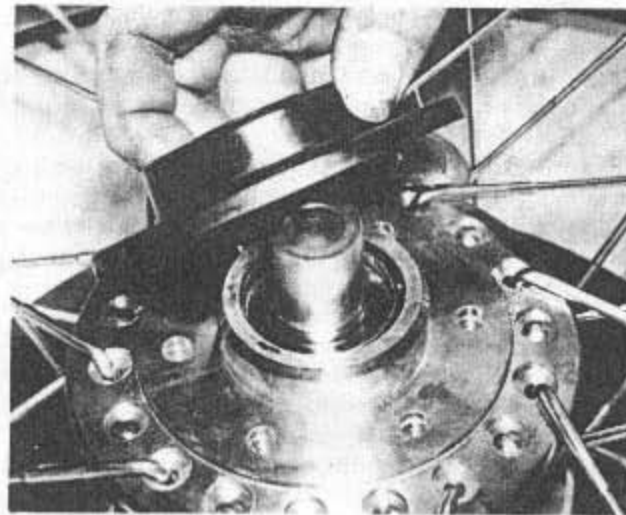

Bild 263
- Die Maschine auf den Mittelständer stellen und das Vorderrad wie beschrieben in Kapitel 6.3.3 ausbauen. Zuerst entferne man den Tachoantrieb von der linken Seite der Radnabe, hebe den Plastikdeckel ab (Bild 263) und entferne die Abstandshülse von der rechten Seite der Nabe.